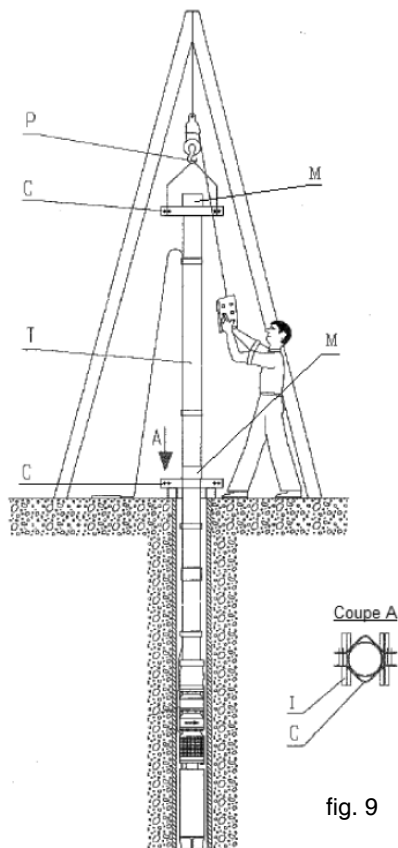

fig. 9
Voir fig.9
- Contrôler les filetages de tous les tubes avant de monter les manchons (M) fig.9.